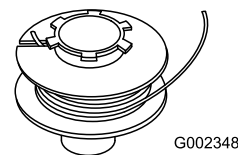

Figura 11
2. Agganciate un'estremità del cavo **completamente** nella fessura della bobina (Figura 11), lasciando sporgere non più di 3 mm.